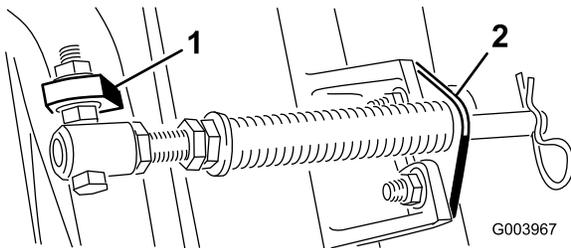

図 5
D. カuttingユニットのタブにロッドブラケットを取り付け、キャリッジボルト2本とナットで固定する 図 5。